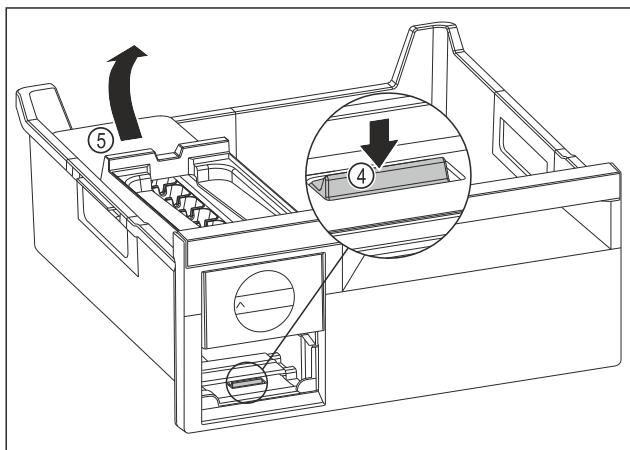

Fig. 78
- Extraer el cuerpo del EasyTwist-Ice: Presionar la lengüeta Fig. 78 (4) con los dedos hacia abajo subiendo al mismo tiempo por detrás con la otra mano el cuerpo del EasyTwist-Ice Fig. 78 (5).